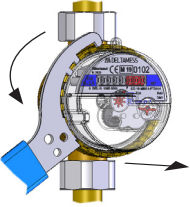

Bild 4 (Kapseltausch Aufputz)
- Ggf. Chromgarnitur entfernen. Trockenkapsel TKS mit DELTAMESS-Unterputz- oder Aufputzmontageschlüssel demontieren (Bild 4). Unterputz- oder Aufputzvormontage auf Verunreinigungen prüfen, ggf. reinigen!